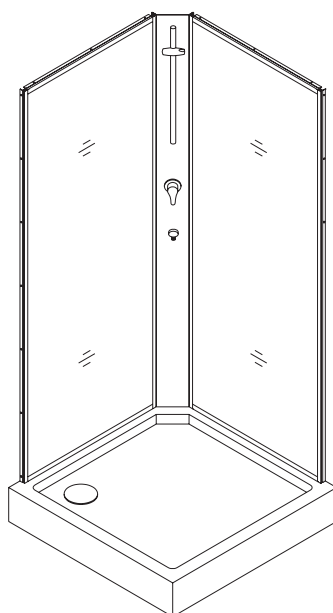

Рис. 4
4. Повторите пункт 3 для того чтобы установить вторую боковую стеклянную панель **(02)**. Рис. 4